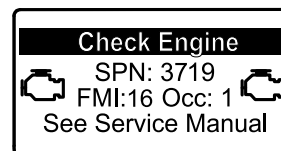

Figura 28
- Se è necessaria una rigenerazione parcheggiata, viene visualizzata un'avvertenza motore nell'InfoCenter SPN 3719, FMI 16 (Figura 28) e il computer riduce la potenza del motore all'85%.